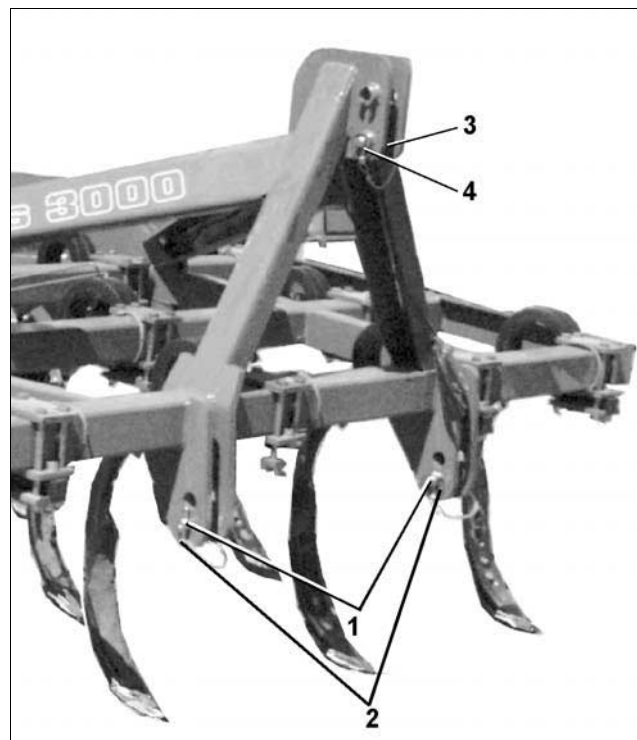

Fig. 7
- Die Unterlenker des Schleppers mittels Unterlenkerbolzen (Fig. 7/1) an die unteren Kupplungspunkte der Maschine anbauen und mit Klappschlepper (Fig. 7/2) sichern.
- Den Oberlenker des Schleppers mittels Oberlenkerbolzen (Fig. 7/3) an den oberen Kupplungspunkt der Maschine anbauen und mit Klappschlepper (Fig. 7/4) sichern.